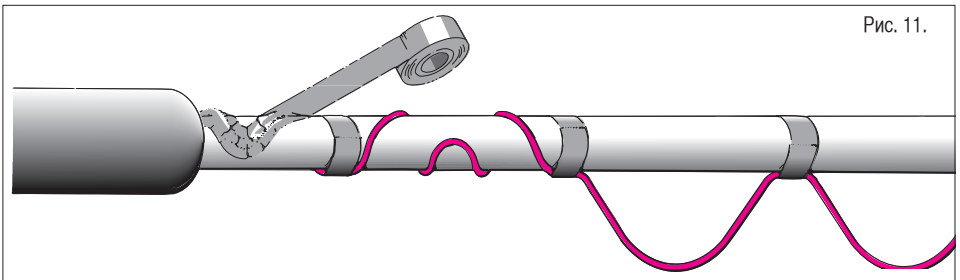

Рис. 11.
- В труднодоступных/проблемных местах при необходимости обмотки кабеля вокруг трубы можно применять метод, показанный на рис. 11 и 12. Провисающие петли кабеля обматываются вокруг трубы, чередуя направление обмотки.